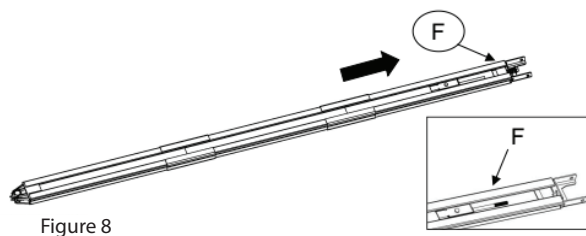

Figure 8
2. Corte el hilo de plástico; tire de la punta del tornillo por la guía hasta la punta (Fig.8)